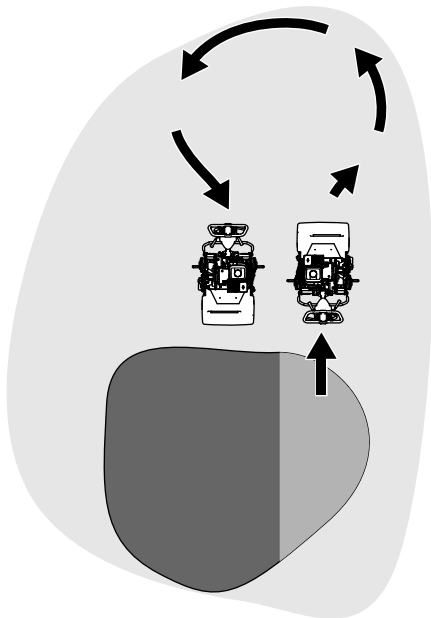

Figure 14
- Faites demi-tour en dehors du green en soulevant le cylindre de coupe (appuyez sur le guidon) et exécutez un demi-tour en « goutte d'eau » sur le tambour de déplacement (Figure 14).
- 1. Localisez le levier d'engagement de déplacement sur le boîtier d'engrenages de la transmission (Figure 14).